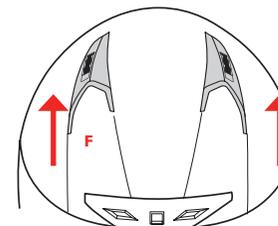

FIGURE 5
- Figure 5 : Déplacer les curseurs vers l'extrémité postérieure ; de cette façon, les prises d'air seront complètement ouvertes.